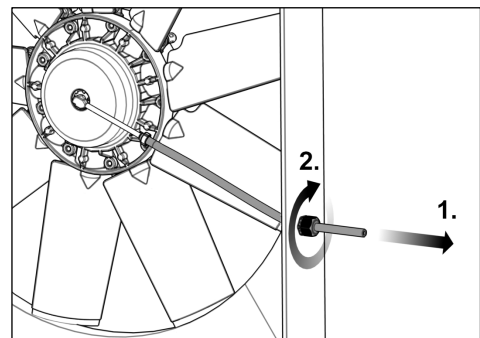

Fig. 31
- 24)** Span de drukslang (zie Fig. 31 stap 1) zo aan dat de luchtinlaatcombinatie iets kan draaien (max. 15°).
- 25)** Zet de drukslang vast met de trekcontasting (zie Fig. 31 stap 2).